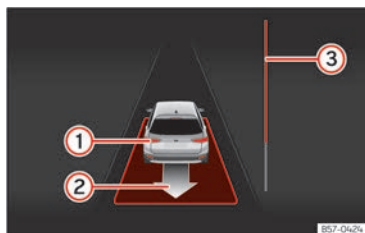

Abb. 143 Am Bildschirm des Kombi-Instruments: parallel zur Fahrbahn ausparken.
- Fahren Sie rückwärts, bis das Dauertonsignal des ParkPilot ertönt; **ODER:** fahren Sie zurück, bis am Bildschirm des Kombi-Instruments die Anzeige zur Vorwärtsfahrt erscheint. Die Fortschrittsanzeige **»»»** (Abb. 143) **③** zeigt den zurückzulegenden Abstand an.